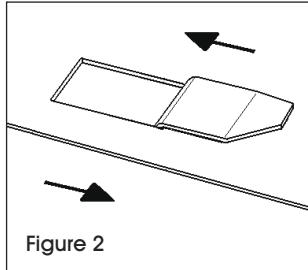

Figure 2
3. Lorsque les languettes de blocage sont insérées dans les trous carrés, faites glisser les panneaux arrière dans des directions opposées pour enclencher complètement les languettes. (Voir Figure 2)